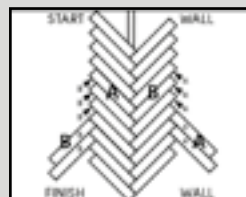

Abb. 7
8. Beginnen Sie an der „Endwand“ und schieben Sie die Endnut einer „B“-Diele in die Seite einer „A“-Diele. Schieben Sie die „B“-Diele in einem leichten Winkel in das Ende der „A“-Diele, bis sie fest sitzt (Abb. 7).